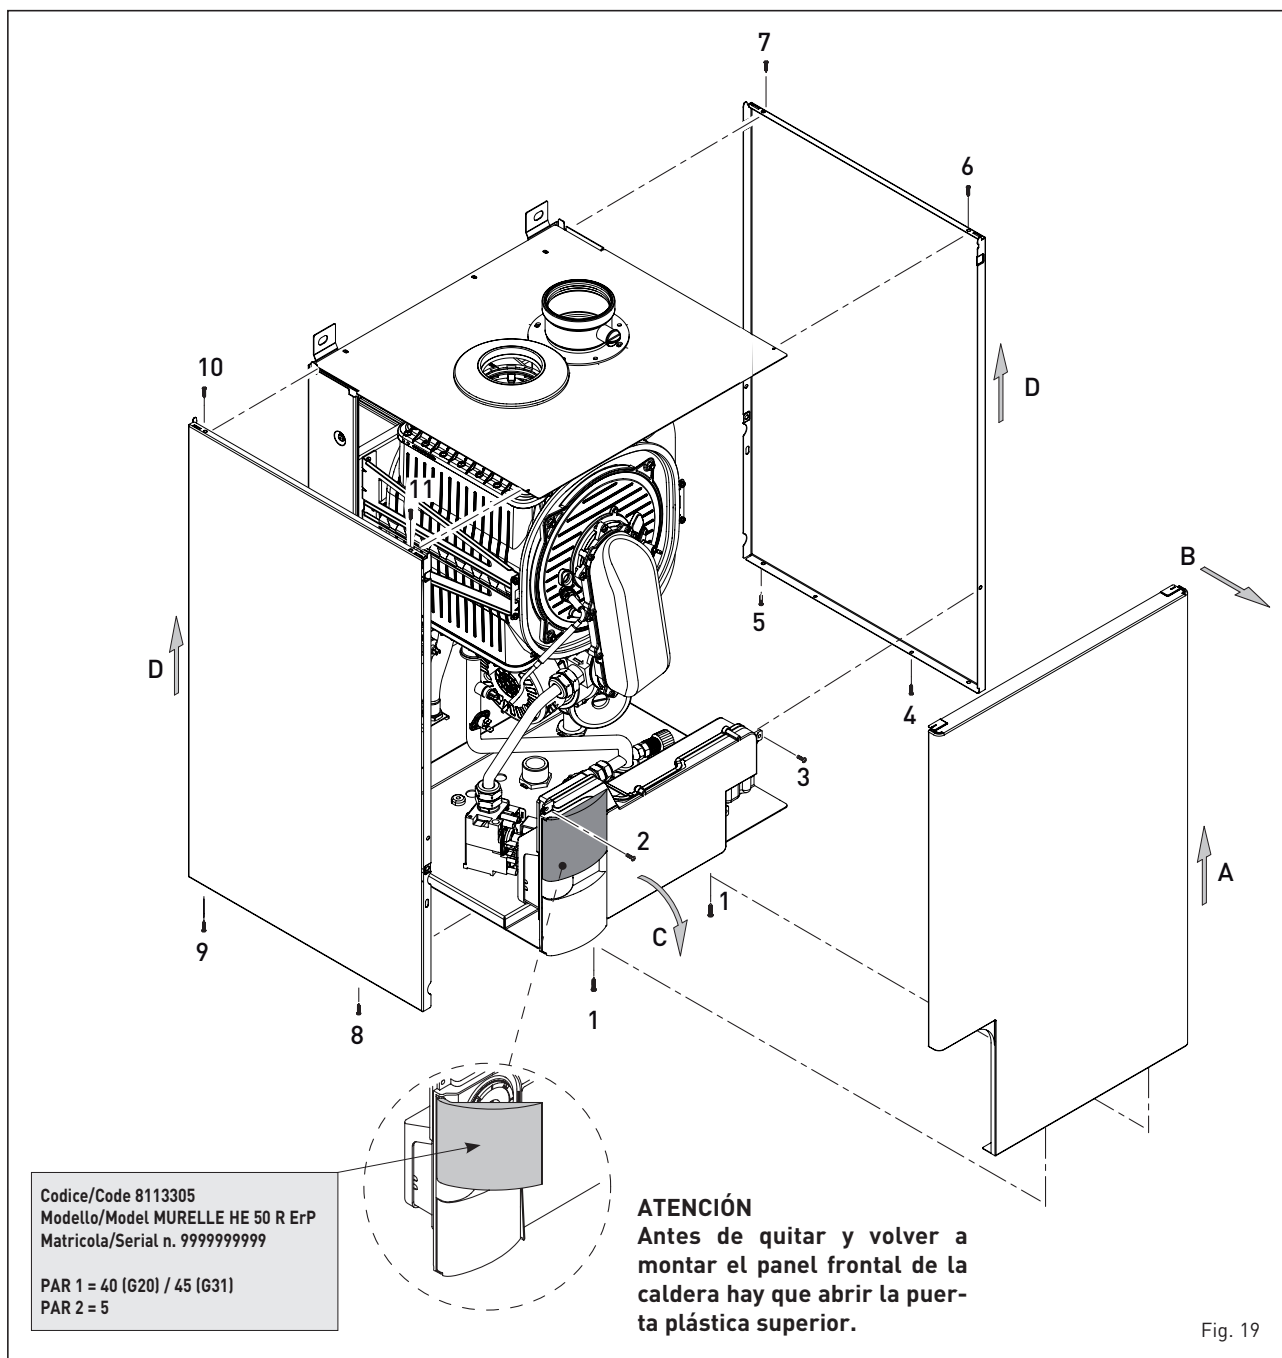

Fig. 19
4.4 DESMONTAJE DE LA ENVOLVENTE (fig. 19)
blindaje como se indica en fig. 19. Girar el panel de mandos hacia delante para acceder a los componentes internos de la caldera.